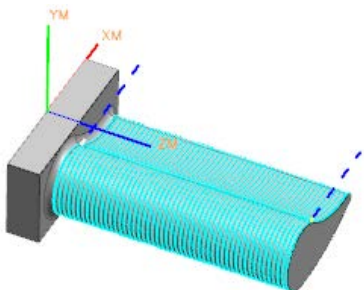

图 5.4.26 刀路轨迹
Step1. 在“可变流线”对话框中单击“生成”按钮 , 在图形区中生成图 5.4.26 所示的刀路轨迹。